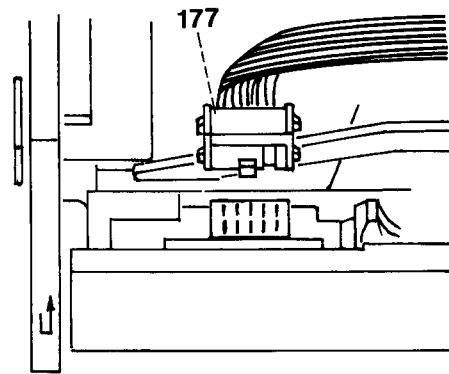

Fig.51d
- Bei PFAFF 1069 das Neuner-Steckergehäuse 177 abziehen (Fig. 51d).
- On the PFAFF 1069 pull off nine-bush connector 177 (Fig. 51d).
- Sur la PFAFF 1069, débrancher la fiche 177 à neuf fils (fig. 51d).